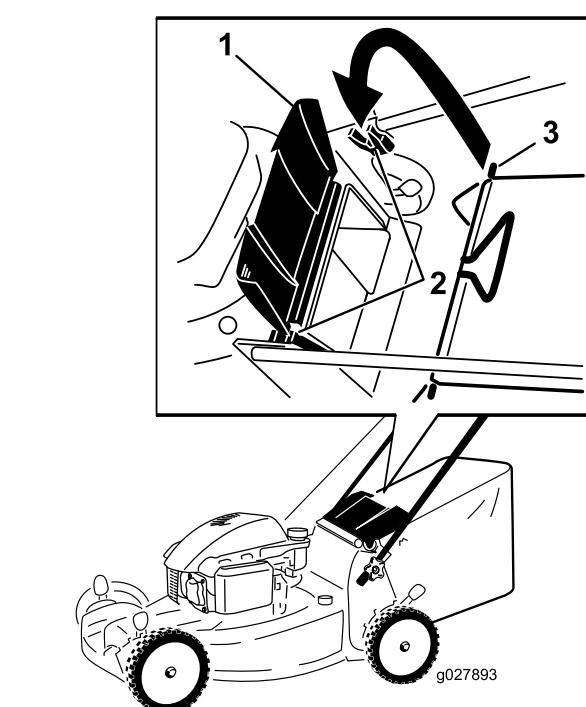

Figura 17
1. Levante y sujeté el deflector trasero (Figura 17).
3. Pasador de la bolsa de recogida (2)
- Instale la bolsa de recortes, asegurándose de que los pasadores de la bolsa descansan en las muescas de los soportes del manillar (Figura 17).